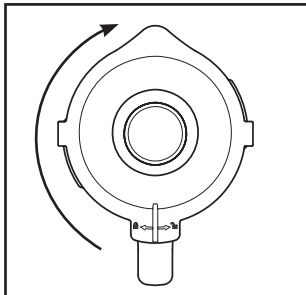

Fig. 2
- 4) Volte a colocar a tampa ❷ desalinhada no copo misturador ❸ e pressione-a firmemente. Feche a tampa ❷, rodando-a no sentido dos ponteiros do relógio, para a posição ❸, até ela encaixar de forma audível (ver fig. 2). Verifique se o bico de esvaziamento no copo misturador ❸ está fechado. O motor só pode arrancar quando a tampa ❷ estiver corretamente alinhada.